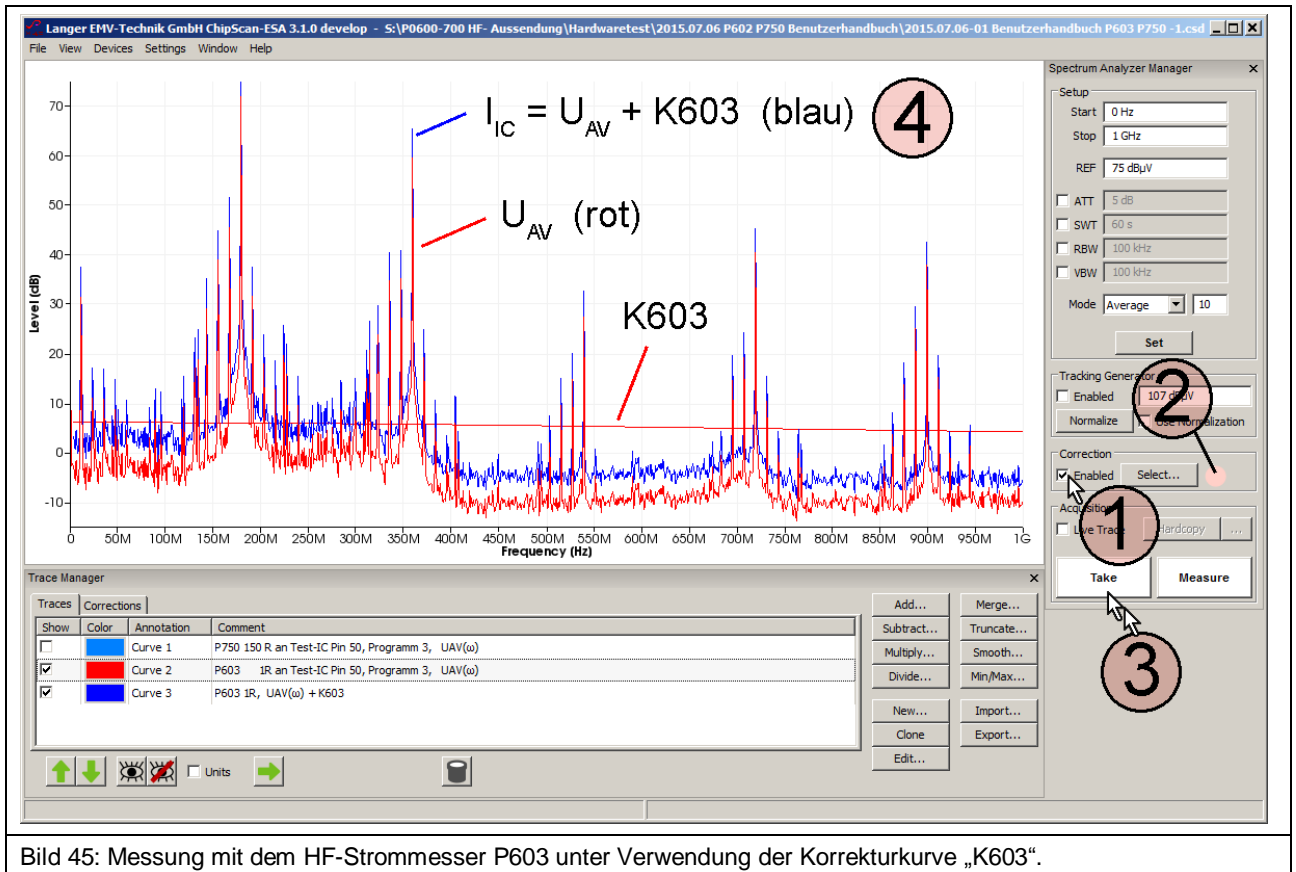

Bild 45: Messung mit dem HF-Strommesser P603 unter Verwendung der Korrekturkurve „K603“.
Wenn mit der Probe **P603** gemessen wird, wird im „Corrections Selector“ die Korrekturkurve „K603“ geladen. Im „Spectrum Analyzer Manager“ wird im Feld „Correction“ die Box „Enabled“ mit dem Mauszeiger ① (**Bild 45**) aktiviert. Wenn die Korrektur aktiv ist, blinkt das Feld ② (**Bild 45**). Mit „Take“ oder „Measure“ (Mauszeiger ③ **Bild 45**) wird die aktuelle Messkurve ④ $I_{IC}(\omega)$ aus dem Spektrumanalysator auf den PC übertragen. Dabei wird die Berechnung $I_{IC}(\omega) = U_{AV}(\omega) + K603$ automatisch ausgeführt. In der Liste „Traces“ des „Trace Managers“ wird die Kurve $I_{IC}(\omega)$ am unteren Ende der Liste eingetragen. Ein Messprotokoll kann im Freitextfeld unter „Comment“ geführt werden.